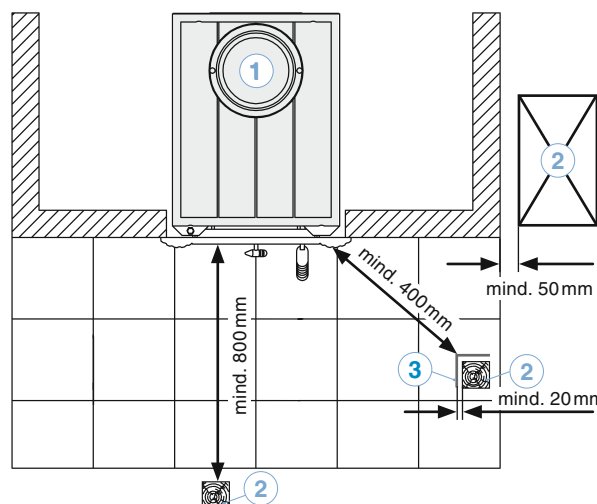

Abb.: 2
- Bei Anordnung eines auf beiden Seiten belüfteten Strahlungsschutzes genügt ein Abstand von 400mm. Dabei muss der belüftete Abstand des Strahlungsschutzes mindestens 20mm betragen (Abb.: 2).
- Im Aufstellraum des Heizeinsatzes müssen von den freien Außenflächen der Verkleidung mindestens 50mm Abstand zu brennbaren Baustoffen, brennbaren Bestandteilen und zu Einbaumöbeln eingehalten werden (Abb.: 2).